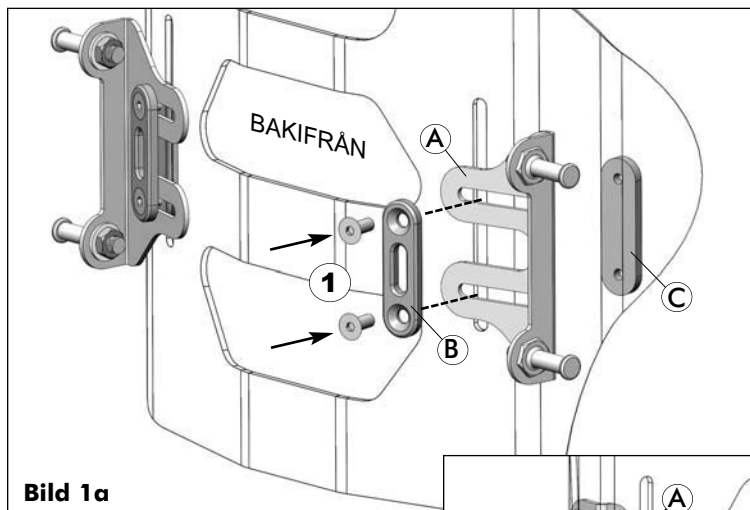

Bild 1a
- 1 Arbeta på bakstyckets ena sida och montera snabbkopplingsfästet (A) på MatrX MX2-bakstycket enligt följande:
- Rikta in brickan (B) med spåren i monteringsfästet (A) och för in skruvarna genom båda komponenterna (1), (se bild 1a (s. 18)).